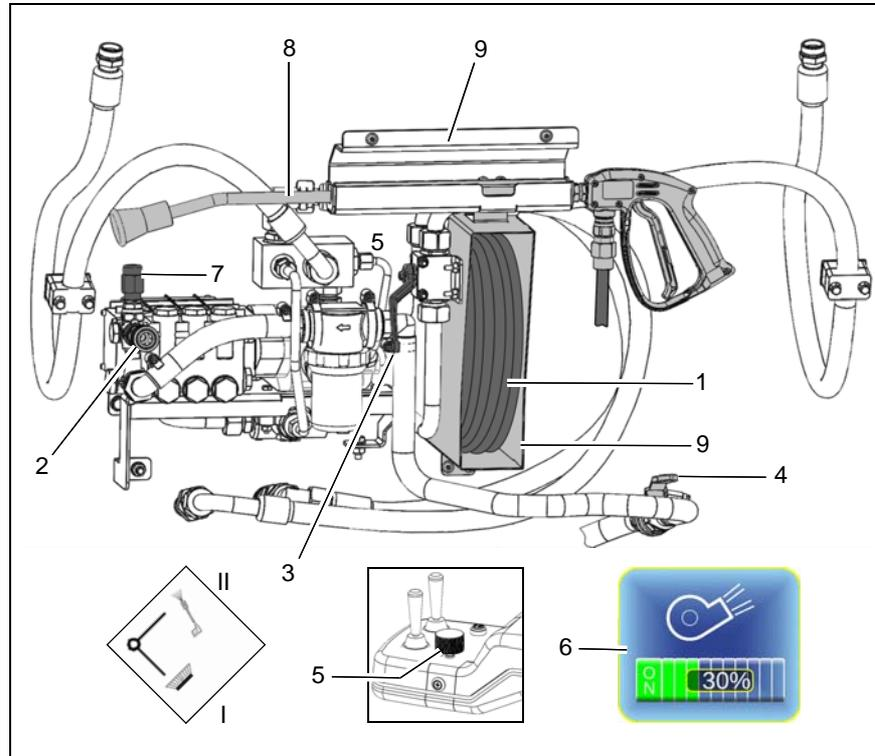

Abb.8
2. Den Druckschlauch (Abb. 8/1) aus dem Schlauchhalter entnehmen und in den Anschluss (Abb. 8/2) stecken.
3. Das Umschaltventil (Abb. 8/3) auf Position Hochdruckreiniger stellen.
4. Frischwasserzufuhr (Abb. 8/4) öffnen
5. Mit dem Dreh-Drücksteller (Abb. 8/5) im Multifunktionsdisplay das Arbeitsmenü auswählen und im Menüpunkt Gebläse (Abb. 8/6) die Drehzahl für den Hochdruckreiniger einstellen.
6. Druckregler (Abb. 8/7) ist auf 120 bar voreingestellt.
7. Die Fläche mit der Lanze (Abb. 8/8) reinigen.
- Nach der Reinigung Lanze und Druckschlauch drucklos machen und in den Ablagen (Abb. 8/9) verstauen.